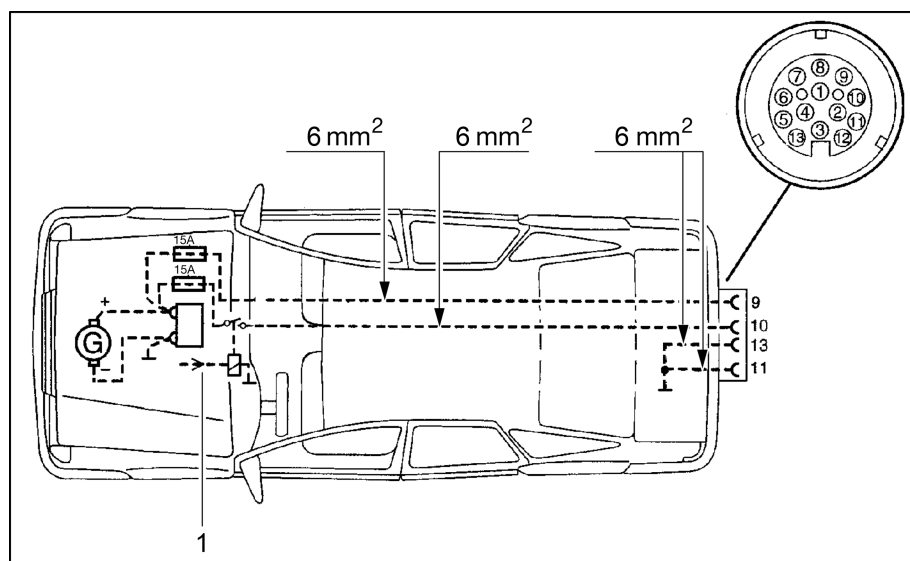

Bild 101 Zugwagen-Installationsplan
- ▷ Das Zugfahrzeug mit den entsprechenden Kabelquerschnitten und einem Relais für die Stromversorgung (gesteuert über Zündung) nachrüsten (siehe Bild 101).